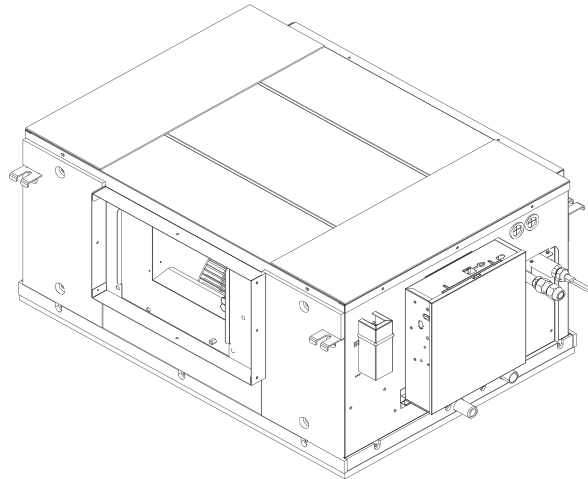

Fig.4-11
1. Vista de toda la unidad Fig. 4-11